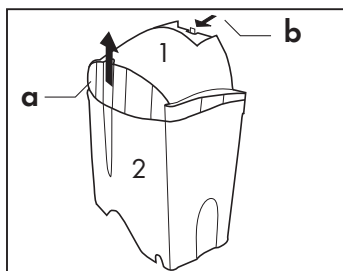

Fig. 3
- Togliere il coperchio (1) del serbatoio di recupero acqua (2) operando come segue:
- sganciare la levetta (b) premendo verso il serbatoio. Fig.3;
- premere la levetta (a) e contemporaneamente alzare il coperchio (1). Fig.3.